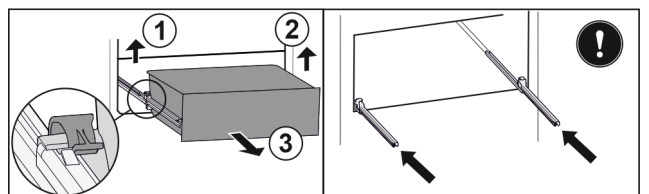

Fig. 54
- ▶ Підняти лівий затискач і одночасно висувний ящик ліворуч потягнути вперед. Fig. 54 (1)
- ▶ Підняти правий затискач і одночасно висувний ящик праворуч потягнути вперед. Fig. 54 (2)
- ▶ Вийняти висувний ящик рухом вперед. Fig. 54 (3)